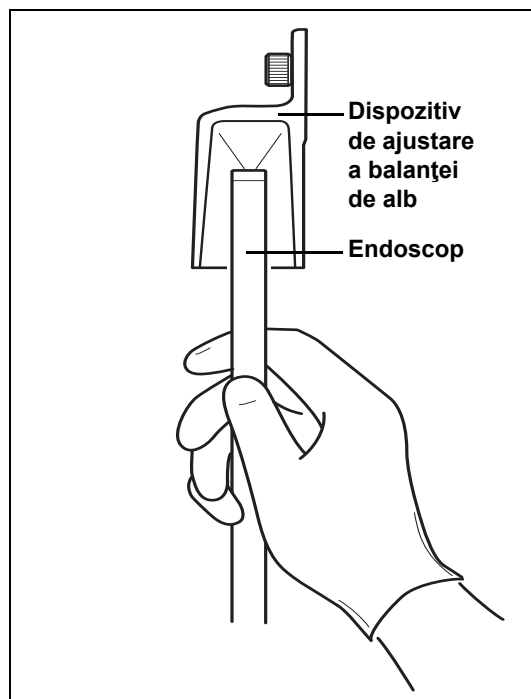

Figura 5.2
- 4 Introduceți capătul distal al endoscopului în dispozitivul de ajustare a balanței de alb, furnizat împreună cu acesta. Reglați dispozitivul de ajustare, astfel încât cercul din partea de jos să poată fi vizualizat complet pe ecranul monitorului, apoi verificați dacă interiorul dispozitivului de ajustare poate fi vizualizat cu claritate (consultați Figura 5.2.)